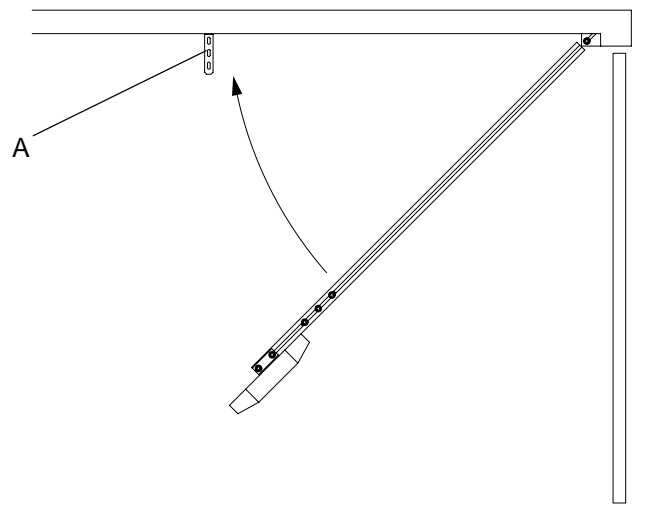

Fig.7
- 4.2 Fissare le staffe di sospensione A al soffitto ed appendere infine l'apriporta secondo fig. 7.
- 4.2 Fix the suspension flasks A to the ceiling and hang the door opener as per fig. 7.
- 4.2 Die Aufhängebügel A an der Decke befestigen und den Türöffner gemäß Bild 7 anhängen.
4.2 *Fixer les pattes de suspension A au plafond et suspendre enfin l'ouvre porte selon la fig. 7.*
4.2 Fijar la pletina de suspensión A al techo y colgar finalmente el abrepuerta según la fig. 7.